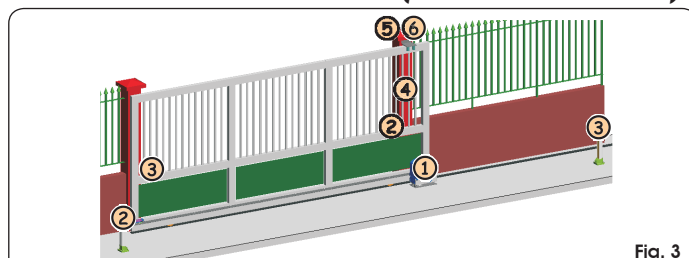

Fig. 3
4. Disposer les câbles électriques pour la connexion aux accessoires et l'alimentation électrique d'après la Fig. 3.
Suivre les points 10, 11, 12, 13, 14 des PRESCRIPTIONS GÉNÉRALES DE SÉCURITÉ. En suivant les indications de la Fig. 3, disposer les câbles dans les canalisations et réaliser les connexions électriques aux accessoires choisis.